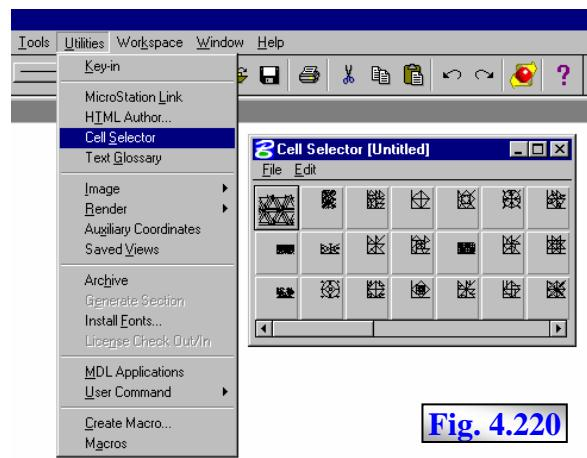

Fig. 4.220
- prin intermediul ferestrei **Cell Selector**, fig. 4.220, activată din meniu MS în succesiunea **Utilities** → **Cell Selector**, în care fiecare element **cell** este reprezentat grafic pe către un buton; selecția oricărui dintre butoane va defini **cell**-ul asociat ca **Active Cell** și va declanșa suplimentar și comanda **Place Active Cell** (& 4.17.6.1).